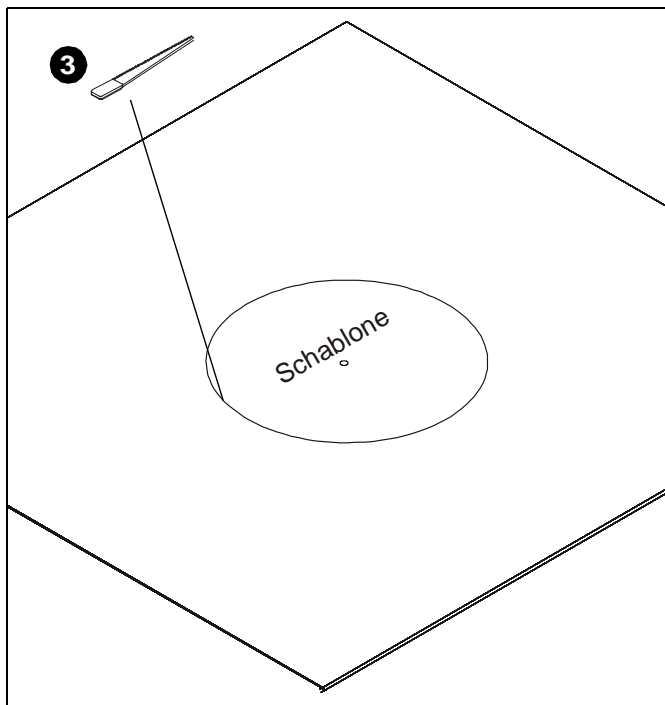
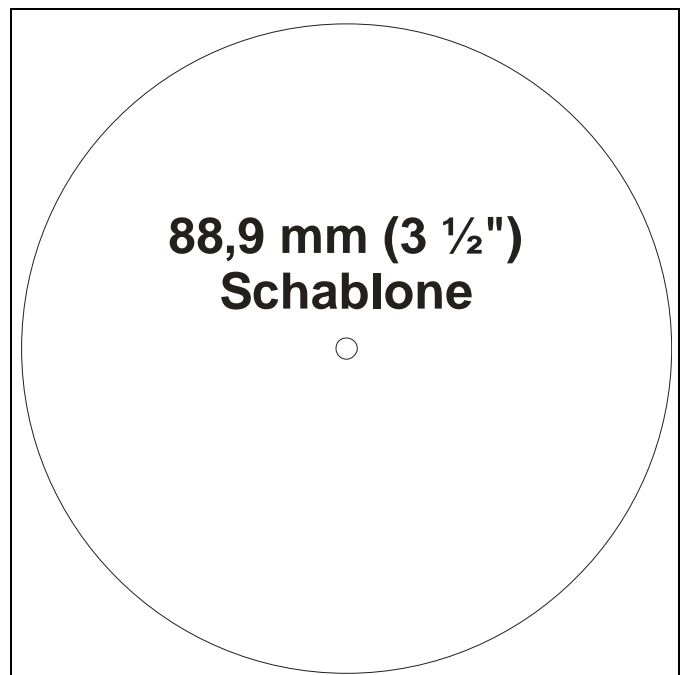

Abb. 10
Abb. 12
3. Schneiden Sie entweder mithilfe der Spurschablone (Siehe Abb. 12) und eines Fuchsschwanzes oder mithilfe eines Kreisschneiders, der darauf eingestellt ist, ein Loch mit einem Durchmesser von 88,9 mm (3 1/2") zu schneiden, ein Loch in die Deckenplatte. (Siehe Abb. 10)